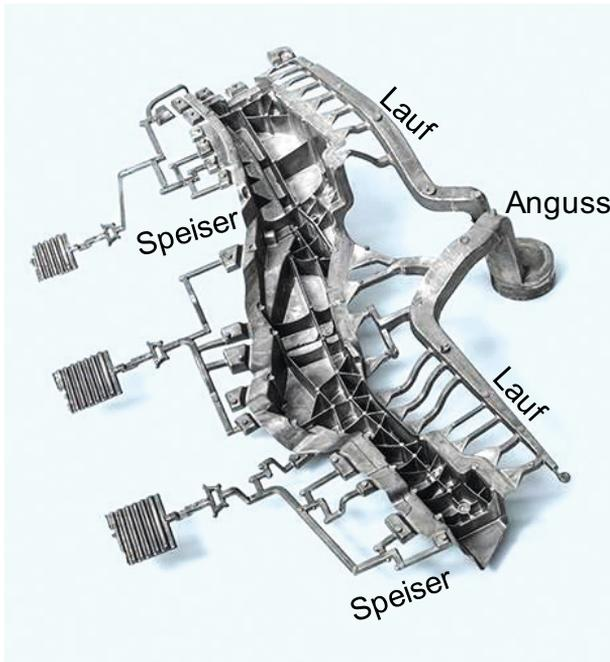

Bild 1 Druckgussteil mit Erläuterungen (Foto: Audi)
- Die gießtechnisch notwendigen Geometrien sind in Bild 1 gekennzeichnet: Anguss, Lauf und Speiser sorgen für gute Formfüllung. Anguss: Hier wird die Schmelze in die Kokille gedrückt. Lauf: verteilt die Schmelze an die Form. Speiser: nimmt überschüssige Schmelze auf und füllt Schmelze nach, wenn nach Abkühlung und Erstarrung das Gussteil schwindet